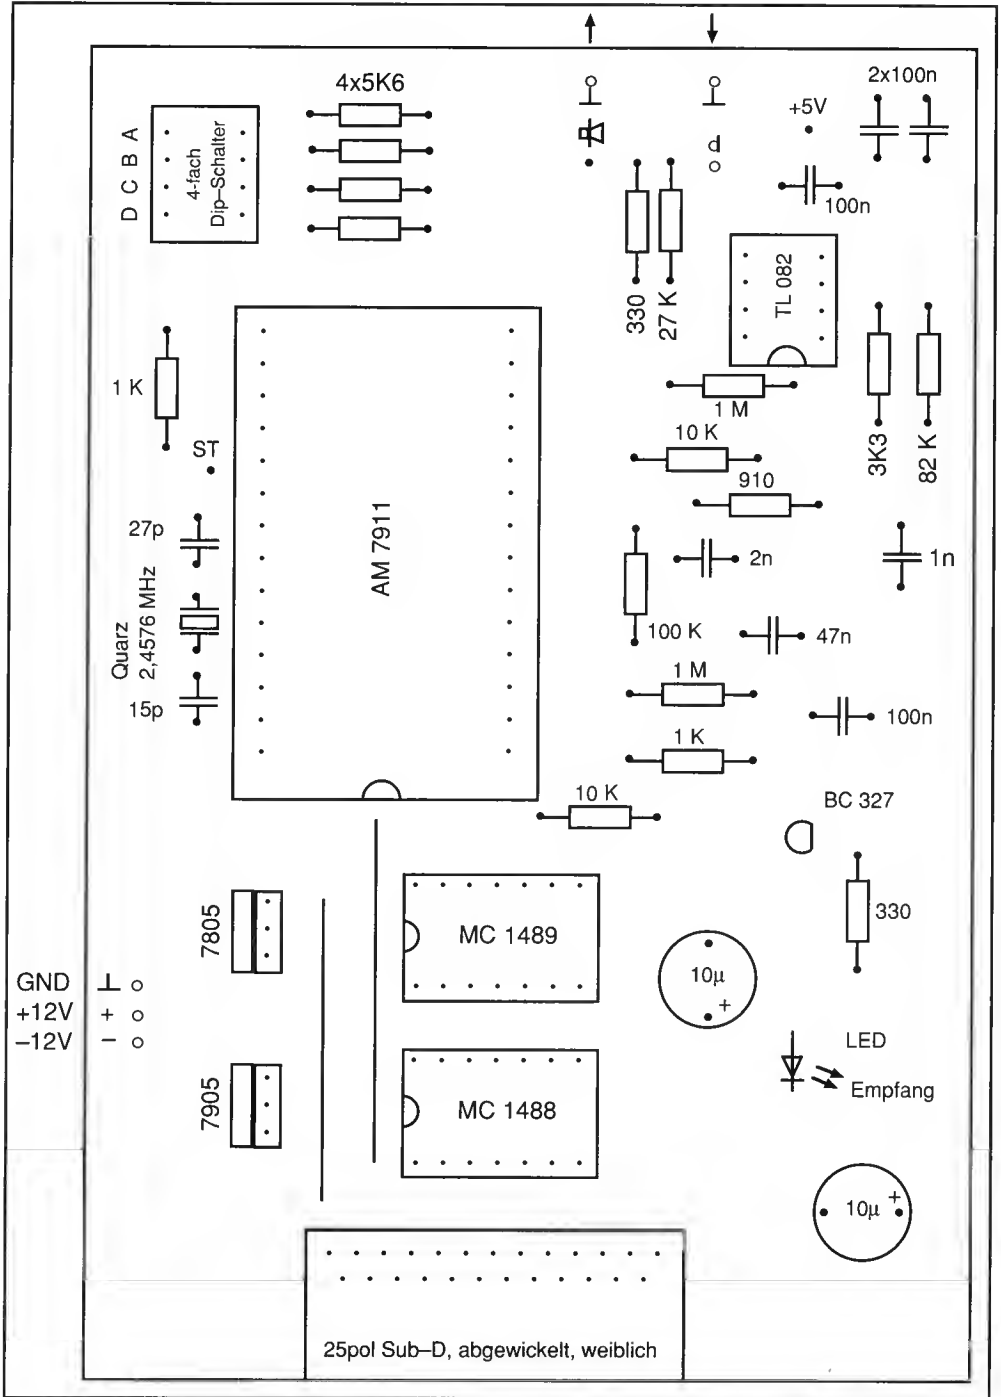
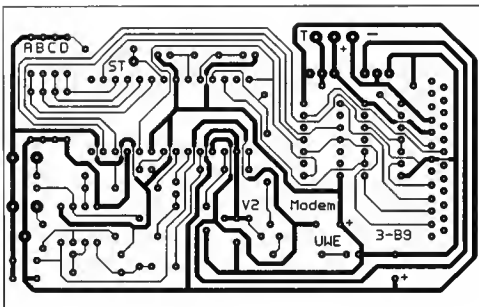
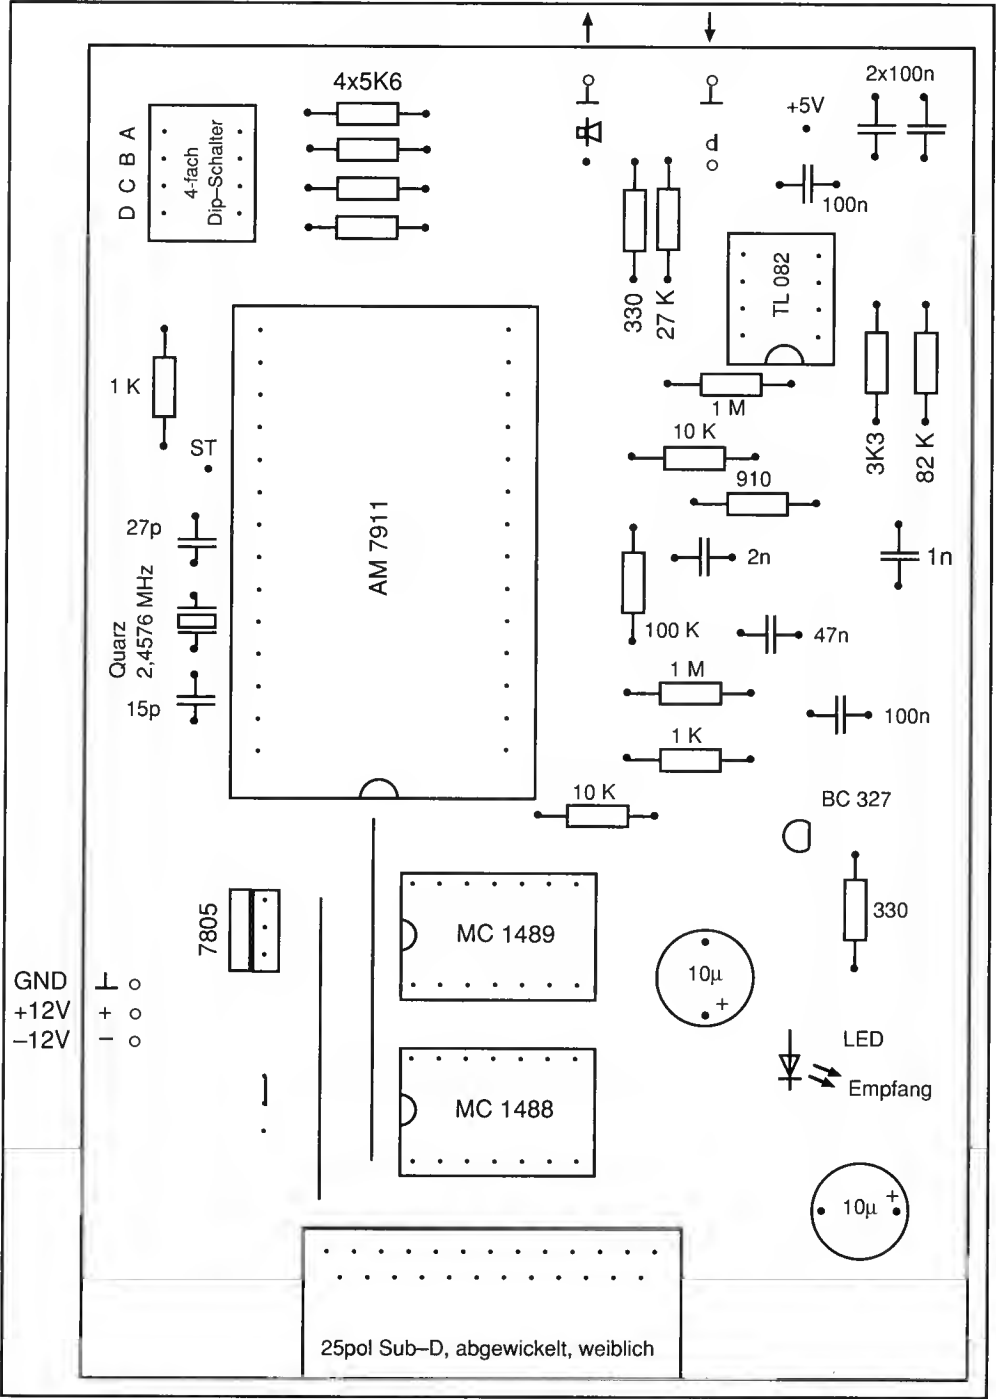

Bild 3.16: Bestückung des Modems für Amiga 500/2000
Bild 3.17: Das Modem-Layout
Bild 3.18: Bestückung des Modems für Amiga 1000
Bild 3.16 zeigt den Bestückungsplan für das Modem-Layout nach Bild 3.17. Für den Betrieb am Amiga 1000 gilt Bild 3.18. Richten Sie sich nach den Hinweisen im Anhang A. Achten Sie besonders auf die richtige Polung der Elkos und der Dioden. Wegen der negativen Hilfsspannung liegt der Elko hinter dem Spannungsregler 7905 mit seinem Pluspol an Masse!
Der Amiga 1000 besitzt wie gesagt eine von den anderen Modellen abweichende Steckerbelegung. Daher muß die Verbindung zur Modemplatine über ein Kabel erfolgen. Geeignet ist der in Bild 3.19 vorgestellte Adapter. Bei den neueren Amiga-Modellen stehen am RS-232-Steckverbinder lediglich die Spannungen +12 Volt und -12 Volt zur Versorgung externer Geräte zur Verfügung. Beim Amiga 1000 sind es +5 Volt, +12 Volt und -5 Volt. Dadurch vereinfacht sich die Schaltung dort sogar ein wenig: Der Negativ-Spannungsregler 7905 kann entfallen und ist durch eine Brücke nach Bild 3.18 zu ersetzen. Das einzige Bauteil, das -12 Volt Versorgungsspannung benötigt, ist nämlich der RS-232-Pegelwandler MC1488. Er funktioniert auch, wenn ihm nur -5 Volt angeboten werden. Im Amiga 1000 selbst wird dieser Baustein ebenfalls unsymmetrisch mit +12 und -5 Volt betrieben. Die Ausgangspegel sind dann zwar auf diese Werte der Versorgungsspannung begrenzt, bei nicht allzulangen Verbindungskabeln spielt das jedoch keine Rolle, weil von der Gegenseite laut RS-232-Norm Spannungen bis -3 Volt noch sicher erkannt werden.
- 1 Platine nach Bild 3.17